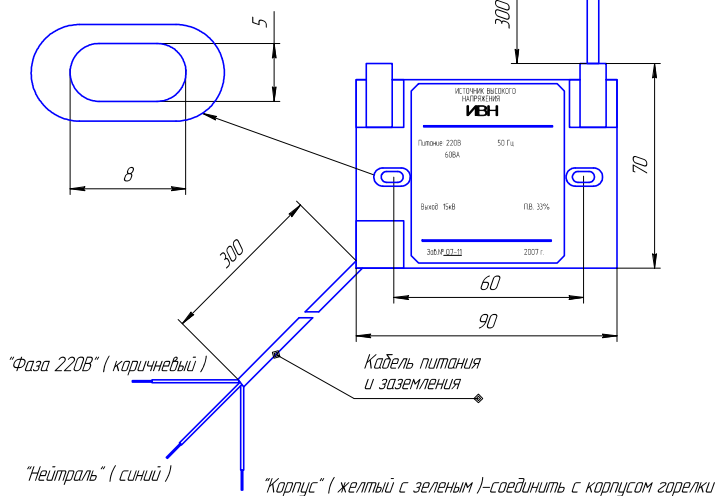

Рис.1. Габаритный чертеж ИВН.
4.2. Внешний вид и габариты указаны на рис. 1..